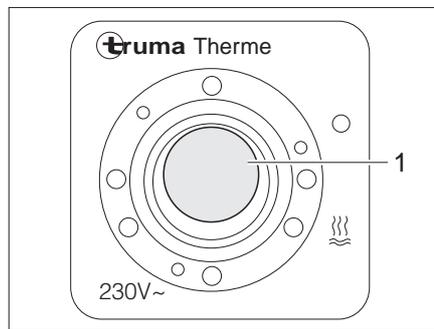

Fig. 134 Commutateur de commande du Therme
Le commutateur de commande (Fig. 134) permet la mise en service en mode de fonctionnement électrique. Le voyant de contrôle (Fig. 134,1) placé sur le commutateur doit s'allumer.
- Mettre le commutateur de commande (Fig. 134) en marche. Le voyant de contrôle (Fig. 134,1) placé sur le commutateur s'allume.
Mise hors service : ■ Mettre le commutateur de commande (Fig. 134) hors circuit. Le voyant de contrôle (Fig. 134,1) placé sur le commutateur s'éteint.
- Mettre le commutateur de commande (Fig. 134) hors circuit. Le voyant de contrôle (Fig. 134,1) placé sur le commutateur ne s'allume pas.